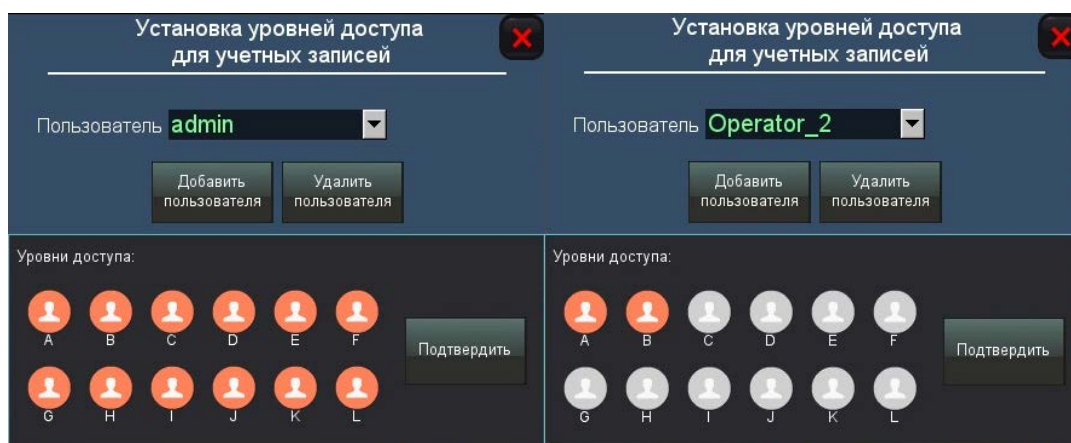

Рисунок 69 – Уровни доступа учётных записей (пример)
2.3.3.4 Для присвоения уровня доступа учётной записи, необходимо, в окне основного экрана нажать на кнопку «Авторизация» и появится окно (рисунок 62) (при этом заранее авторизоваться согласно 2.3.3.1, под учётной записью «admin»). В появившемся окне нажать кнопку «Уровни доступа» и появиться окно «Установка уровней доступа для учётных записей» (рисунок 64), в котором из раскрывающегося списка можно выбрать существующую учётную запись и в нижней части окна отображается область «Уровни доступа», в которой видно уже заданные уровни доступа выбранной учётной записи, для изменения уровня достаточно нажать на требуемую иконку (от А до L) и тем самым разрешить или отключить требуемый уровень доступа. Когда уровень активен, он окрашивается в оранжевый цвет, когда неактивен, то в серый цвет (рисунок 69). После ввода требуемых параметров необходимо нажать кнопку подтвердить.